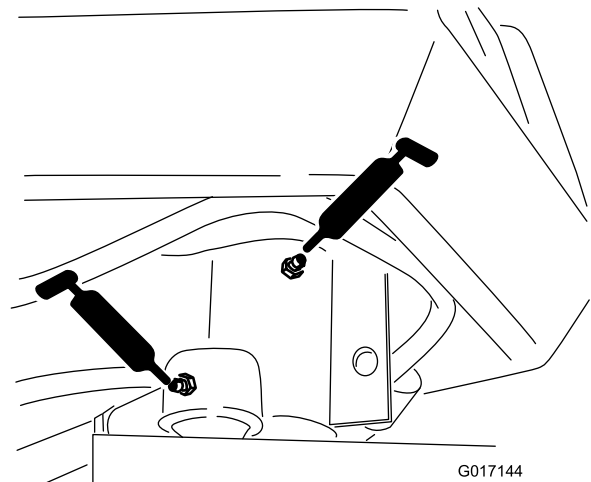

Figura 28
- Eje de la horquilla de dirección (1) (Figura 28)
- Rótula del cilindro de dirección (Figura 28)